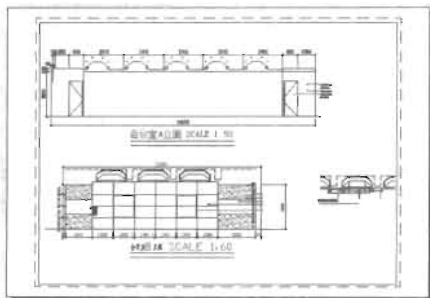

图 16-40
(4) 拖出一个矩形框之后，视口中会显示出这个模型窗口中的所有图形，如图 16-40 所示。